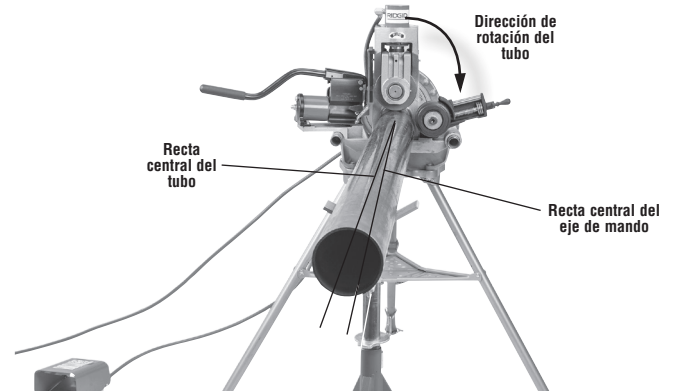

Figura 2 – Desvío del tubo en ½ grado hacia el operario (exagerado en la imagen para mayor claridad)
2. Desvíe levemente el tubo y los soportatubos hacia el operario, en aproximadamente medio grado (aproximadamente 1 pulgada lateral a los 10 pies medidos desde la ranuradora a rodillos). El alineamiento correcto del tubo y la ranuradora a rodillos ayuda asegurar el trayecto correcto de la ranura en el tubo durante la operación (vea la Figura 2). Este es el descentrado correcto para ranurar con el conmutador de la máquina en el ajuste REV, y funciona con el estabilizador.